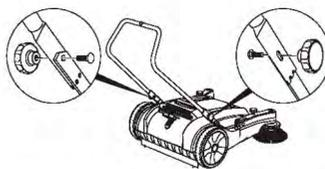

Рис. 5
2. Установите рукоятку с помощью болтов и барашковых гаек (рис. 5)